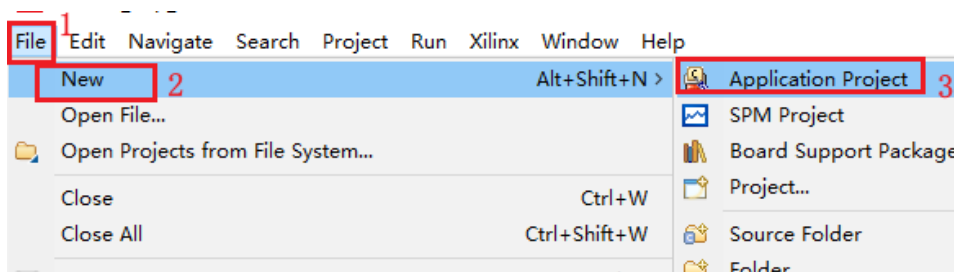

图 1-18 新建 SDK 工程
3. 进入 SDK 软件之后，依次点击 File->New->Application Project，建立一个 SDK 工程，如下图 1-18 所示，然后给工程命名，比如命名为 ad7606\_ddr3\_usb，然后点击 Next，选择 Empty Application，就完成了工程的创建。